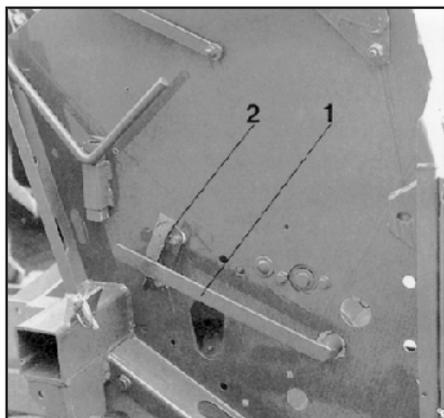

Рис. 41
- 1) Перевести переводной рычаг языков высевающих аппаратов (рис. 41/1) на листе с пазами (рис. 41/2) в положение "1".